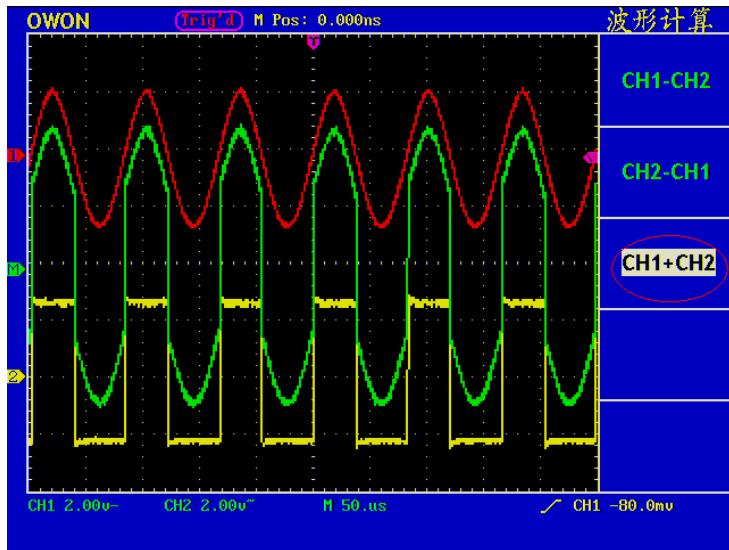

图 20 CH1+CH2 数学运算波形
- 2、按 F3 菜单选择按键，选择 CH1+CH2。屏幕上显示出绿色的计算后波形M，再按 F3 菜单选择按键，则波形M关闭。见图20。